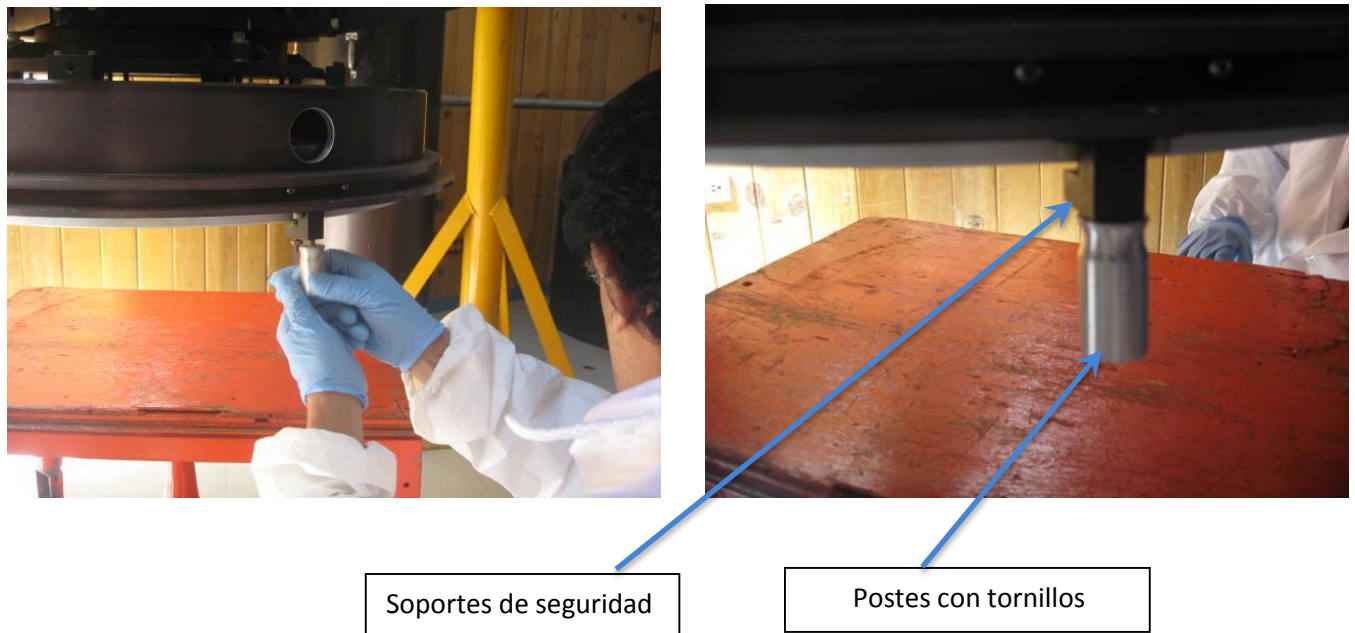

Figura 2: Colocación de los postes de seguridad.
- 3.2. Se colocan los postes de aluminio (ver *Figura 2*) introduciendo los tornillos de estos postes en los soportes negros que sirven de seguridad al espejo. Estos postes tienen un corte en ángulo en su base, lo que permite alinearlos horizontalmente con respecto al triángulo tubular. Por tanto, al enroscar los postes, se debe buscar que sus bases queden alineadas horizontalmente.